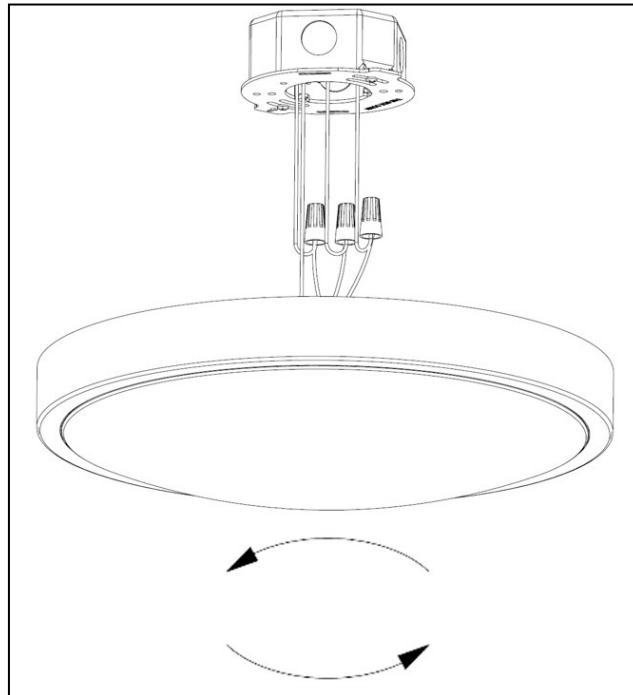

Figure 6
26. **Utiliser des capuchons de connexion** pour connecter : le fil noir du luminaire au fil noir de l'alimentation électrique (phase); le fil blanc du luminaire au fil blanc de l'alimentation électrique (neutre), et le fil de mise à la terre en cuivre nu du luminaire au fil de mise à la terre en cuivre nu du boîtier de raccordement. (Si le câblage de la maison ne comprend pas de mise à la terre, consulter le code de l'électricité local pour connaître les procédures de mise à la terre approuvées.) **POUR UN BRANCHEMENT APPROPRIÉ, PLACER LE CAPUCHON DE CONNEXION SUR LES CÂBLES ET TOURNER VERS LA DROITE JUSQU'À CE QUE LE CAPUCHON SOIT BIEN SERRÉ**, comme illustré à la *Figure 6*.